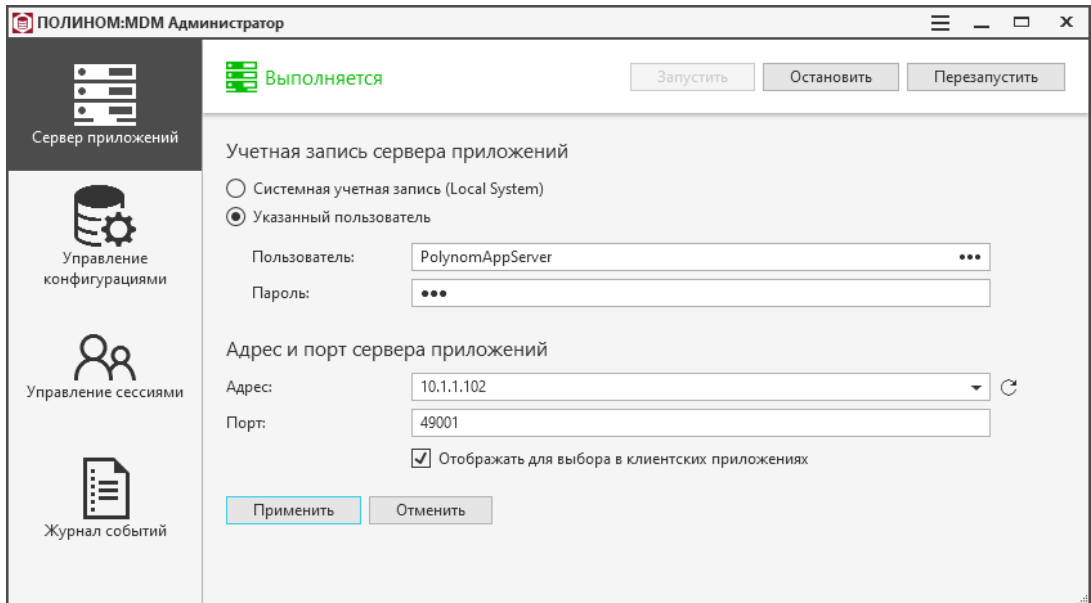

Рис. 4.37
1. На выделенном сервере, на котором установлен сервер приложений, запустите приложение ПОЛИНОМ:MDM Администратор и откройте вкладку **Сервер приложений** (рис. 4.37).